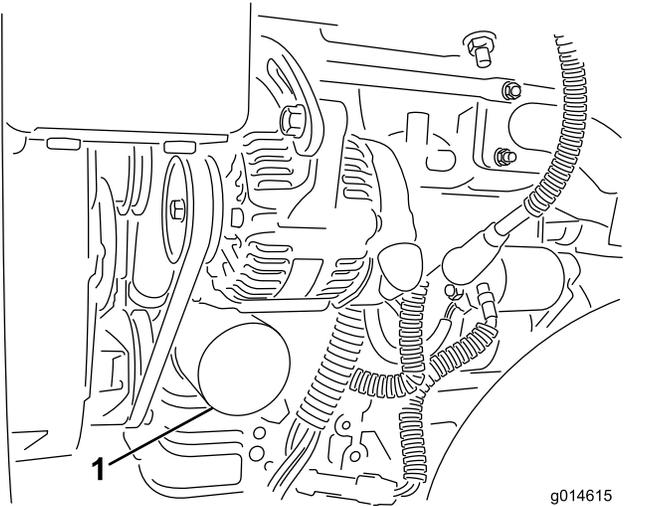

図 40
2. オイルフィルタ 図 40 を外す。新しいフィルタのガスケットに薄くエンジンオイルを塗る。